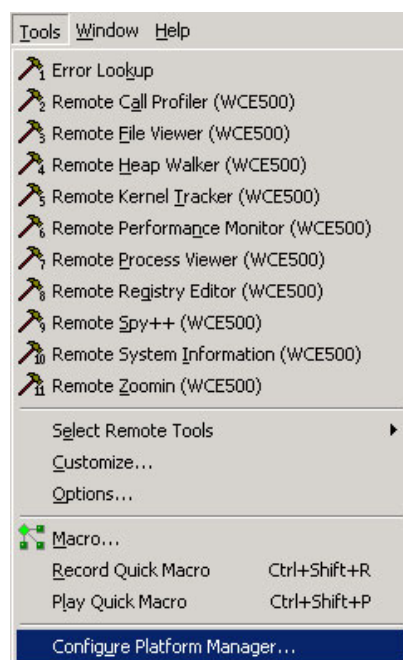

图 3-16 配置软件环境
3、开机后英创 ARM9 嵌入式模块会读取 U 盘的内容，用户可以看见 U 盘上的指示灯闪动。读取完毕（即 U 盘上的指示灯停止闪动）以后，在开发主机上启动 eVC，然后选择 **Tools->Configure Platform Manager...**，如图 3-16。